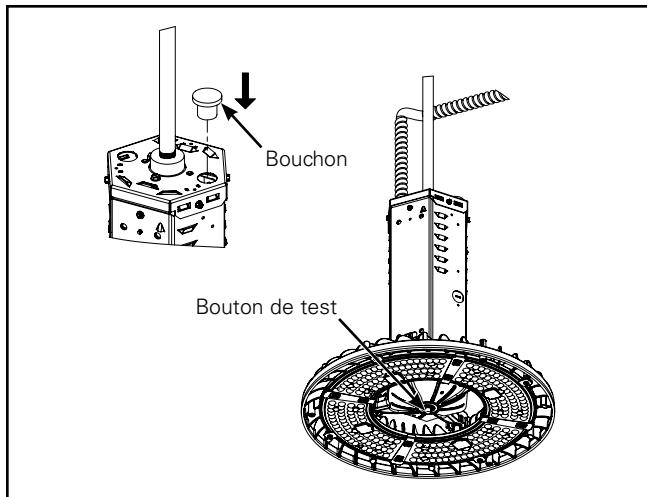

Figure 4.
5. Couvrez l'entrée défonçable avec le bouchon fourni. (Figure 4).